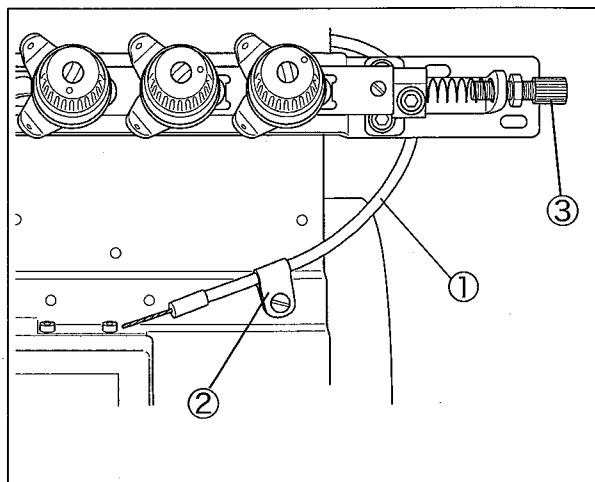
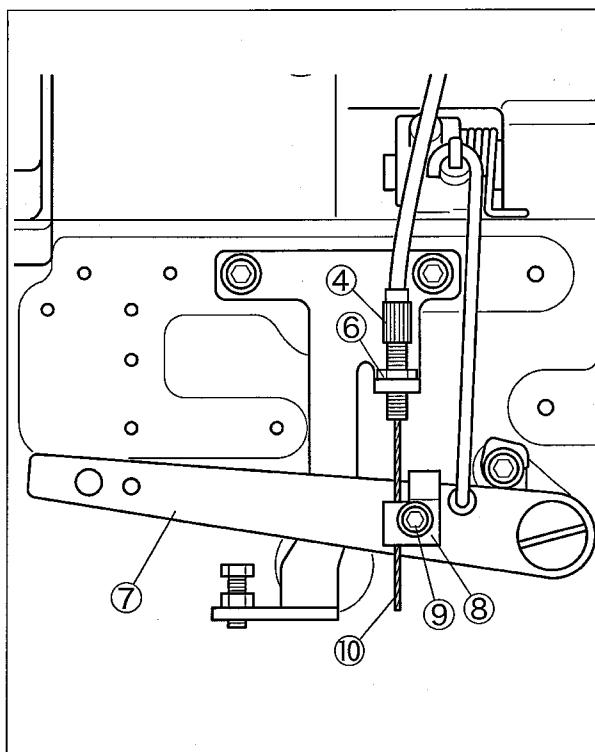

図1
図3
1. コードクランプ②を取り外す。
2. ワイヤガイド③④のネジ部の中央部分で、ロックナット⑤⑥によってワイヤガイド③④が固定されていることを確認する。(図1, 図3)
3. 押エ揚げレバー⑦側(ミシン後面)のワイヤ止メ(下)⑧の止ネジ⑨を緩める。(図3)
(1) ワイヤ止メ(上)⑪を取り外す。
(2) ワイヤ⑩をワイヤ止メブロック⑬の溝に沿わせ、ワイヤ⑩の先端をワイヤ止メブロック⑬の左端まで差し込む。
(3) ワイヤ止メ(上)⑪を取り付ける。
5. 押エ揚げレバー⑦側(ミシン後面)のワイヤ⑩をたるまないように、ワイヤ止メ(下)⑧にはさみ、止ネジ⑨を締めてワイヤ⑩を固定する。(図3)